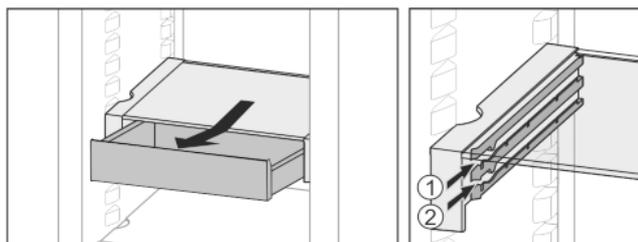

Fig. 21
- ▶ На любой высоте *Fig. 21 (1)* или *Fig. 21 (2)* вставить.